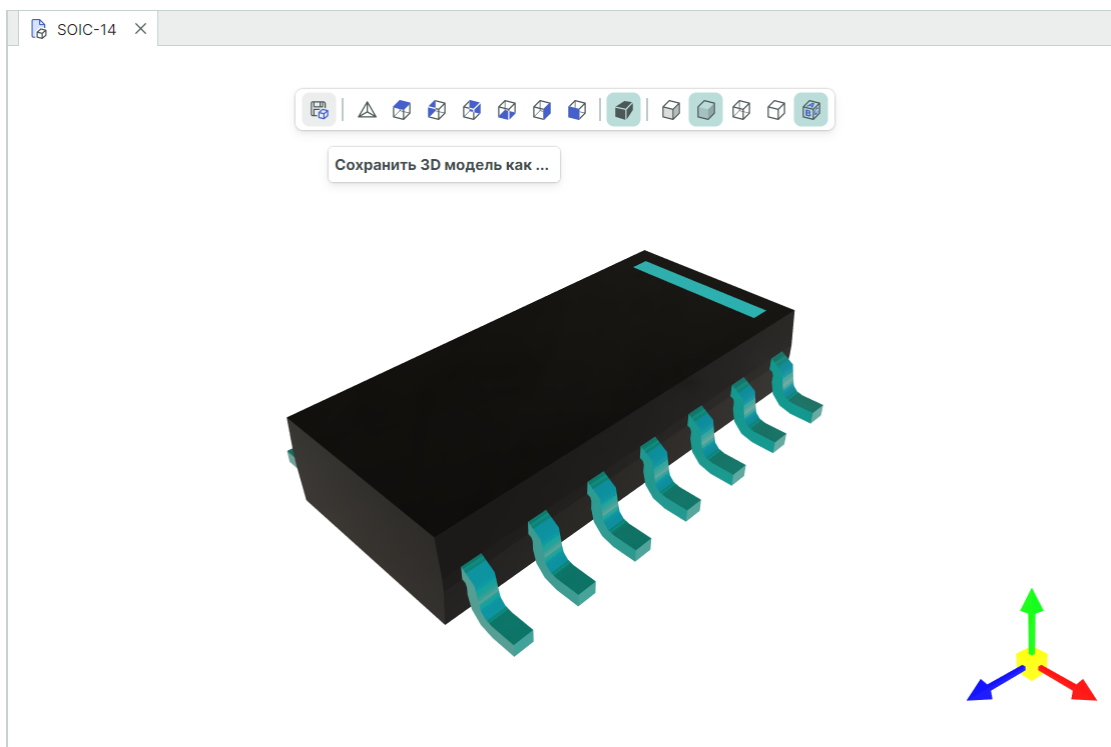

Рис. 121 Сохранение созданной 3D модели корпуса
4. Сохраните созданную модель, нажав «Сохранить как» или «Сохранить все» на панели инструментов окна редактора, см. Рис. 121. Возможные форматы сохранения модели: STEP, STL, Parasolid.